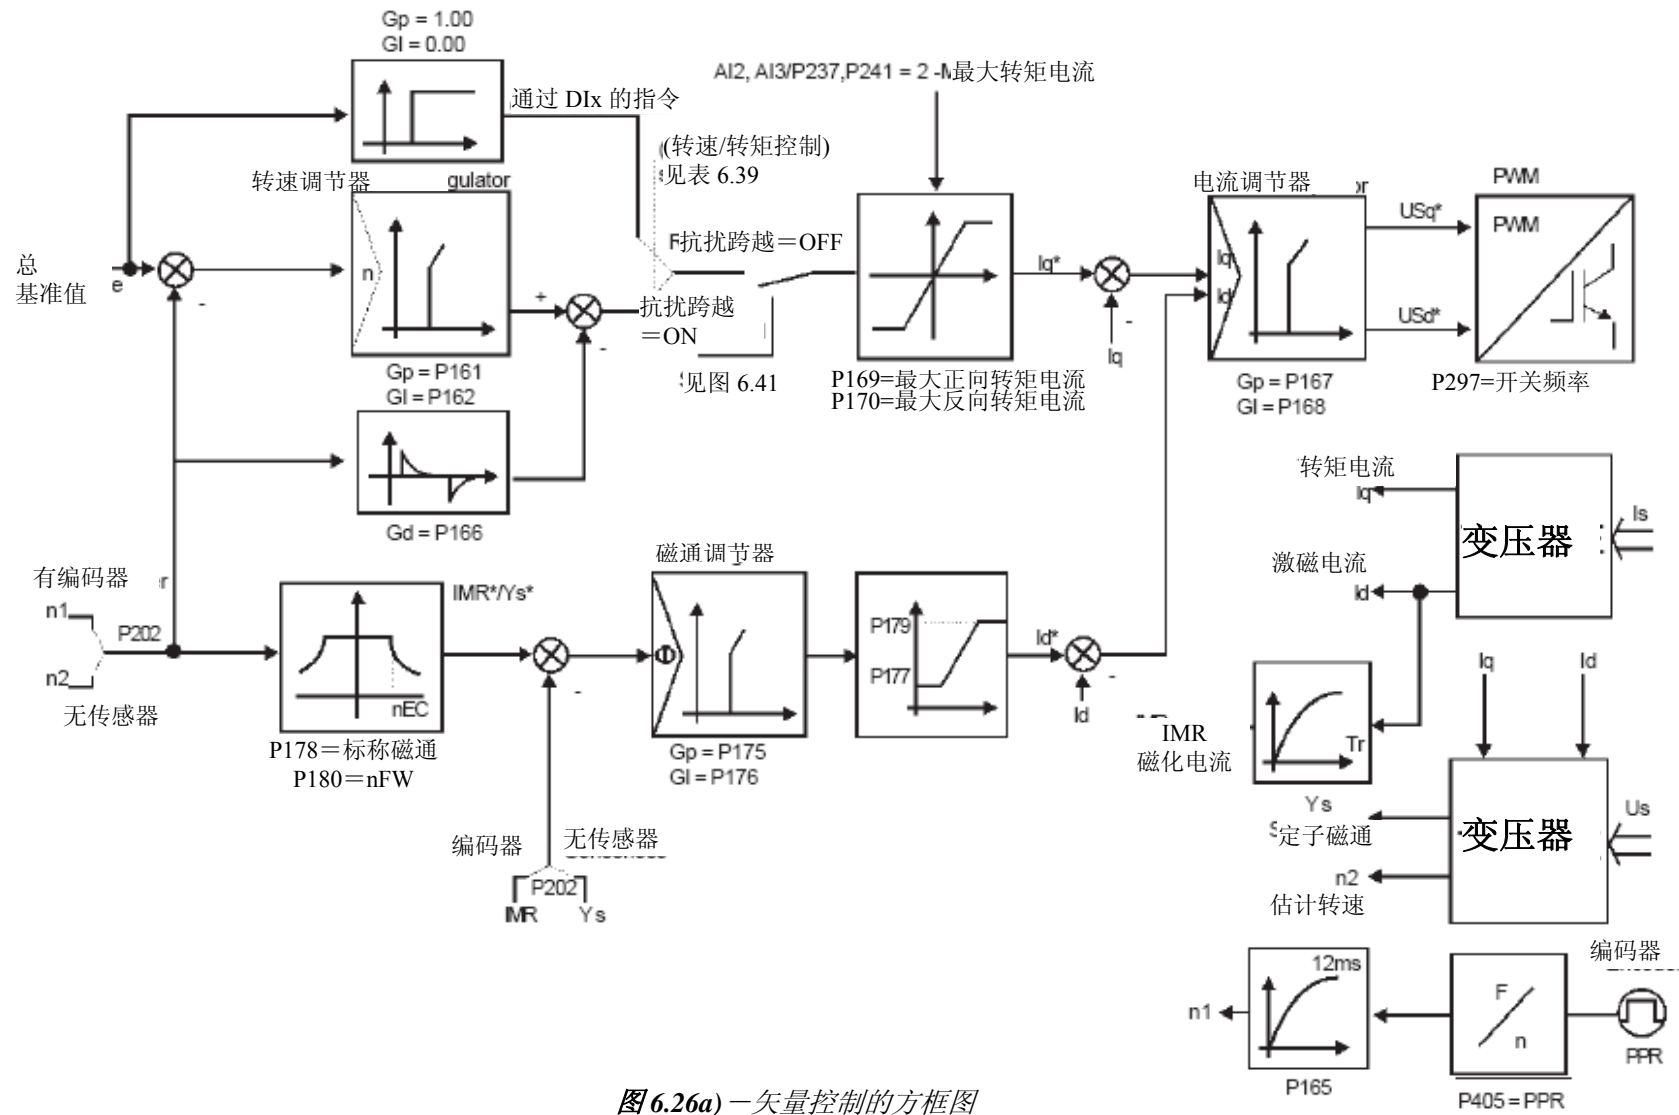

图 6.26a) — 矢量控制的方框图
- ☑选项 2 (最大转矩电流) 允许通过模拟输入 AI2 控制转矩电流限值 P169,P170。在这种情况下, P169, P170 将是“只读参数”。参见图 6.26a)。对于这个类型的控制, 要检查 P160 (控制类型) 是否等于 1(转矩控制调节器)。